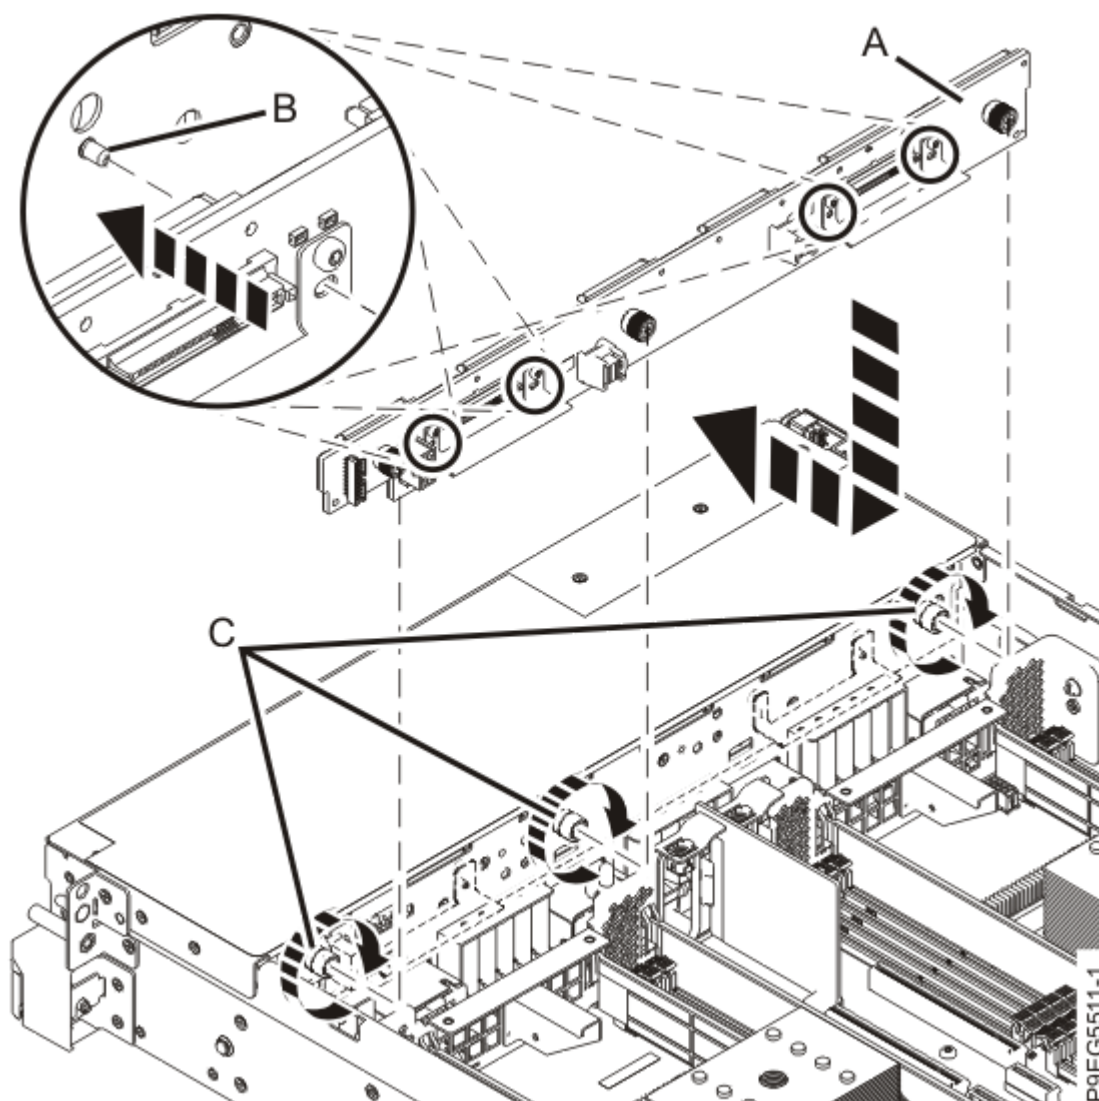

Figura 14. Substituindo o painel traseiro da unidade de disco
2. O chassi tem quatro pinos de alinhamento **(B)** para fixar o painel traseiro da unidade de disco **(A)**. Insira o painel traseiro da unidade de disco conforme mostrado na Figura 14 na página 16, assegurando que os pinos de alinhamento se ajustem nos furos no painel traseiro da unidade de disco.
3. Aperte cuidadosamente cada um dos três parafusos de aperto manual fixo (**C**) para fixar o painel traseiro da unidade de disco no chassi do sistema, conforme mostrado na Figura 14 na página 16.